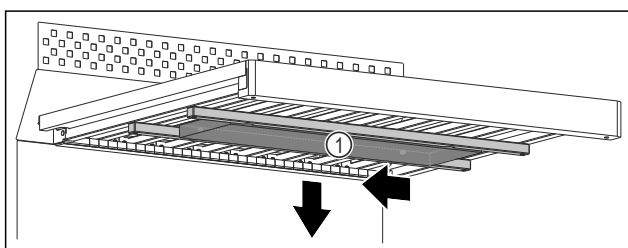

Fig. 160
- Pousser le boîtier à eau Fig. 160 (1) vers la gauche.
- Retirer le boîtier à eau Fig. 160 (1) par le bas.